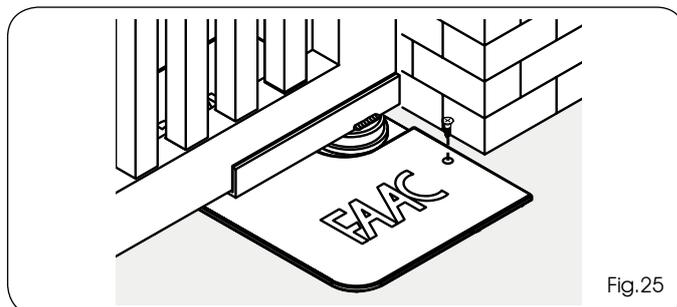

Fig.25
4) DÉVISSER la vis (Fig.25 réf. B) de fin de course en fermeture (Fig.25 réf.①), jusqu'à ce que l'actionnement du vantail commence son mouvement.